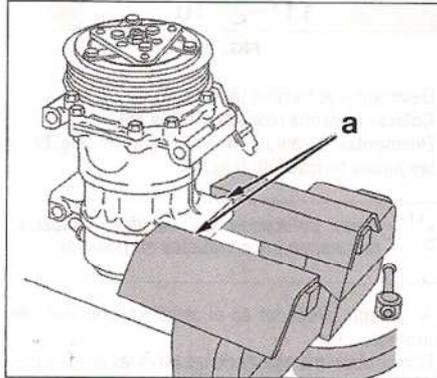

FIG. 42
- Colocar el compresor sobre un tornillo de banco como se ilustra en (a) (Fig.42).